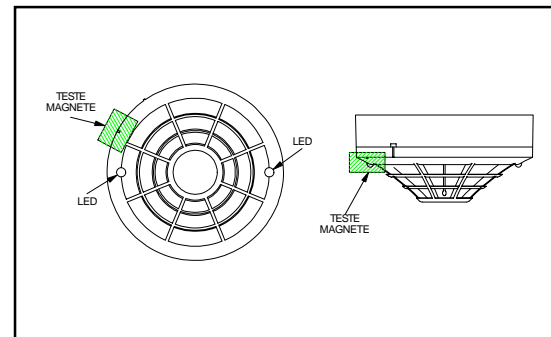

Figura 2: Posizionamento del Magnete nel Teste
- Posizionare il magnete sul bordo del rivelatore a circa 2 cm dal LED in senso orario, come illustrato in Figura 2.